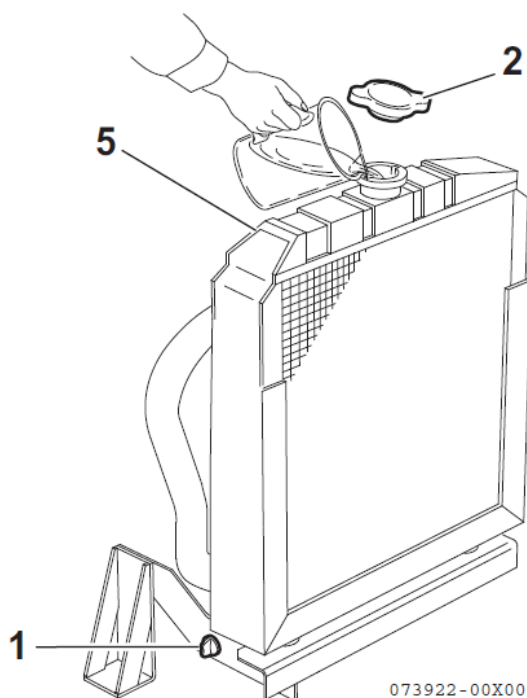
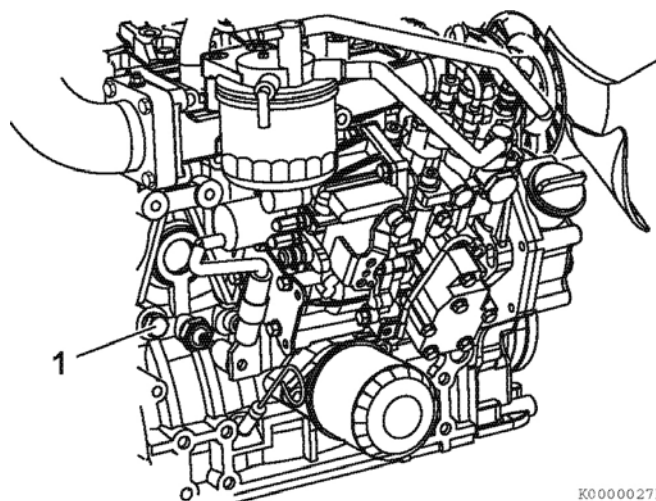
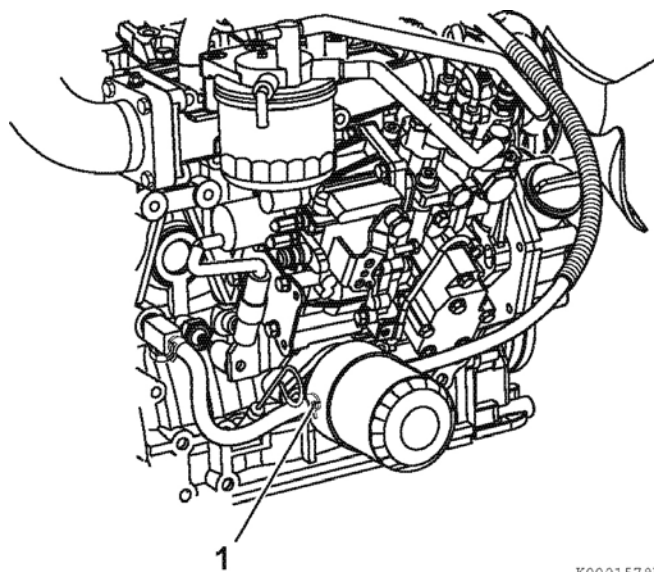

Рисунок 28
Рисунок 29
Рисунок 30
1. Убедитесь, что сливная пробка радиатора стоит на месте и закручена, и сливной кран (рисунок 28, (1)) закрыт. Также удостоверьтесь, что сливная пробка охлаждающей жидкости (рисунок 29, (1)) в блоке цилиндров стоит на месте и закручена, и шланги охлаждающей жидкости (рисунок 30, (1)) установлены и подсоединены к масляному радиатору.
2. Снимите крышку радиатора (Рисунок 28 (2)), повернув её против часовой стрелки на 1/3 оборота.
4. Установите крышку радиатора на место (рисунок 28, (2)). Выровняйте выступы на задней стороне крышки радиатора с прорезьями на заливной горловине радиатора. Нажмите вниз и поверните крышку по часовой стрелке на 1/3 оборота.